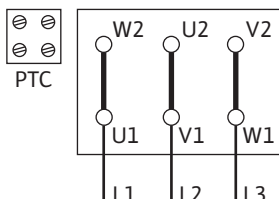

Fig. 12: Circuito Δ
- A ligação de rede depende da potência do motor P2, da tensão e do tipo de arranque. O circuito necessário das pontes de ligação na caixa de bornes pode ser encontrado na tabela seguinte, bem como nas Fig. 12, 13 e 14.